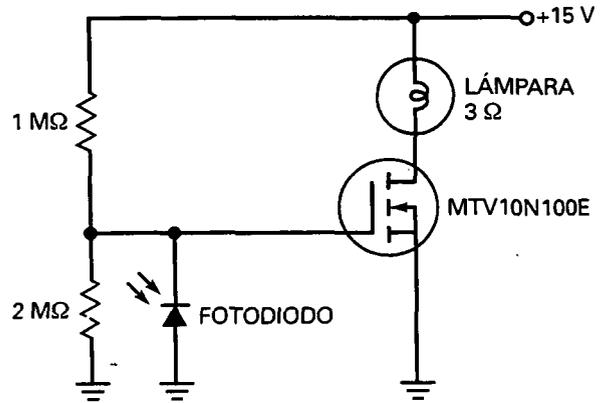

Figura 14-30
- 14-19. ¿Cuál es la corriente a través de la lámpara de la Figura 14-30 cuando la tensión de puerta es baja? ¿Y cuando es $+10 \text{ V}$?
- 14-20. La lámpara de la Figura 14-30 se reemplaza por otra con una resistencia de 5Ω . ¿Cuál es la potencia de la lámpara cuando está oscura?
- 14-28. Si la tensión de puerta es 3 V en la Figura 14-30, ¿cuál es la corriente por el fotodiodo?